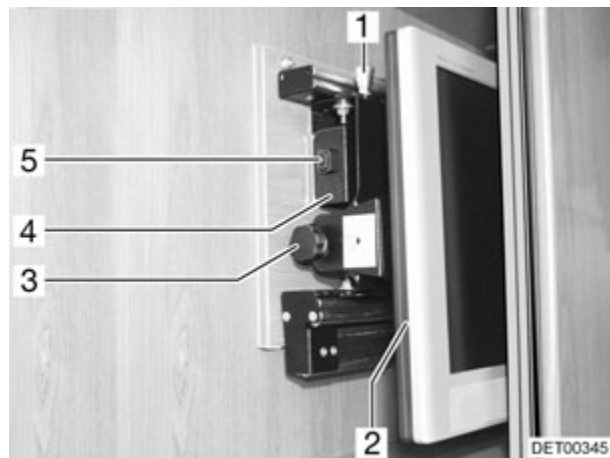

Fig. 56 Armario de TV (variante 2)
- Presionar el botón de desbloqueo (Fig. 56,5) y tirar el soporte para la pantalla plana hacia adelante hasta el tope agarrándolo del tirador (Fig. 56,4).
- Tirar del botón de desbloqueo (Fig. 56,1) y girar el televisor (Fig. 56,2) a la posición deseada.
- Soltar el tornillo moleteado (Fig. 56,3).